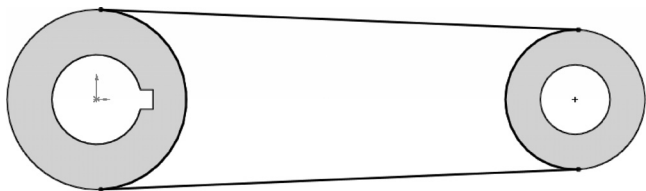

图 11-31 绘制草图
**02** 绘制草图。单击“草图”控制面板中的“转换实体引用”按钮，将两个圆柱体的外边圆转换为圆；单击“草图”控制面板中的“直线”按钮，绘制两条直线并添加与圆相切关系；单击“草图”控制面板中的“剪裁实体”按钮，修剪多余的线段，结果如图 11-31 所示。